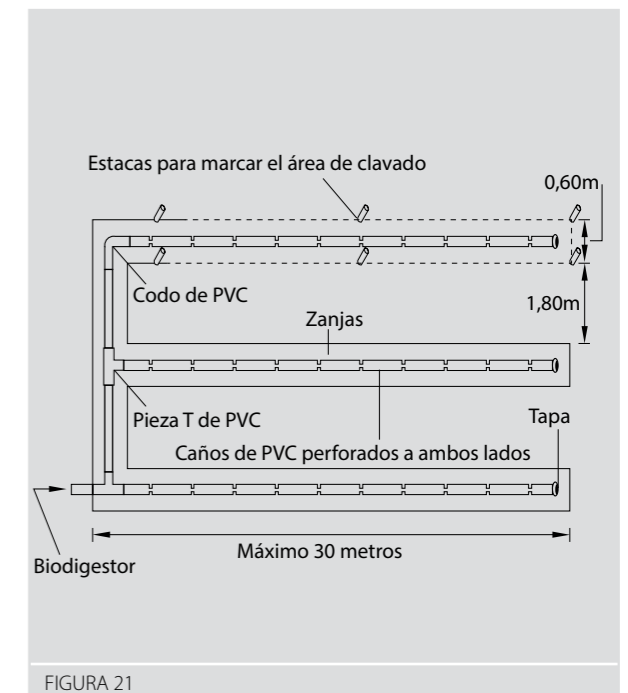

FIGURA 21
1. Realizar el replanteo del campo de infiltración sobre el terreno. (Figura 21)